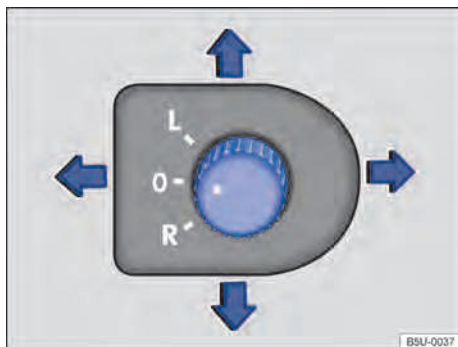

Fig. 72 En la puerta del conductor: interruptor rotativo de ajuste de los espejos retrovisores eléctricos.
- Girar el mando giratorio en la puerta del conductor hasta el símbolo deseado → **fig. 72**.